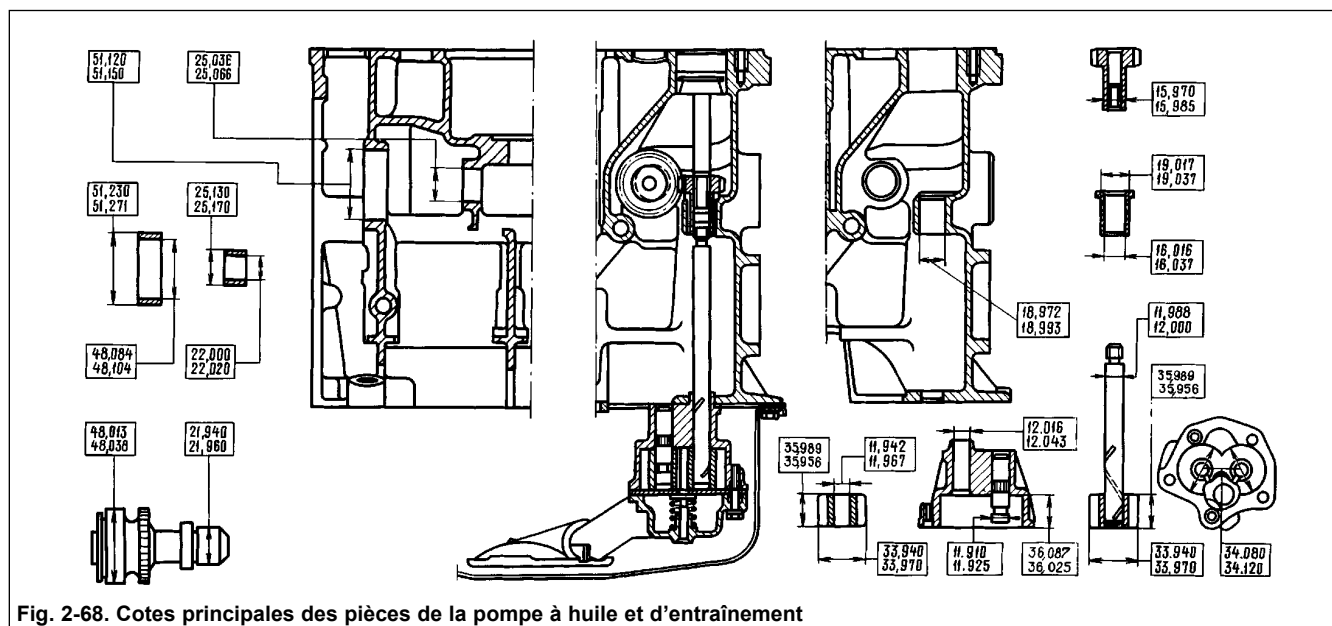

Fig. 2-68. Cotes principales des pièces de la pompe à huile et d'entraînement
Les cotes principales des pièces de la pompe et de sa commande sont présentées sur la figure 2-68.
- l'emmanchement sous presse achevé, les douilles doivent être parachevées selon le diamètre intérieur (les cotes indiquées sur la fig.2-68). Afin d'assurer la coaxialité des douilles de l'arbre, utiliser l'alésoir A.90353 pouvant parachever toutes les deux douilles en même temps.